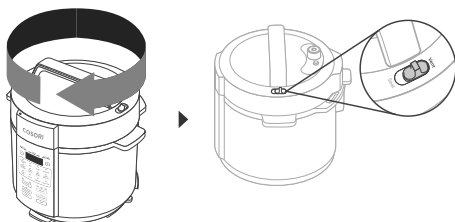

Figura 9.2
2. Cierre la tapa en la olla a presión y gírela en el sentido de las agujas del reloj para fijarla. Mueva el interruptor de salida de vapor a la posición **"Ventilación"**. [Figura 9.2]